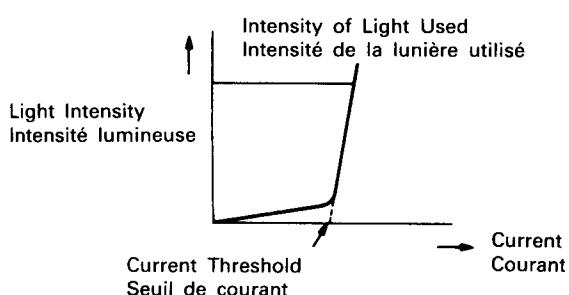

Fig. 12
16. Things to Keep In Mind During Servicing (Fig. 12)
The semiconductor laser is extremely sensitive to electrostatic disruption and surge current. Be very careful not to allow the hand or any tools ever to come into contact with the terminals of either the laser or the flexible P.W.B.. Furthermore, the Current-Light Intensity Characteristic once a certain amperage threshold is exceeded, rises sharply (as can be seen in Fig. 12). This current threshold is slightly different for each laser unit. Consequently, during operations such as the replacement of the Unit Mechanism Assembly, when setting the intensity of the laser be sure to turn the Semi-variable Resistor R905 as far to the right as it will go to set it off once, and then raise the current to the level which is specified.
16. Points importants lors de l'entretien (Fig. 12)
De plus, les caractéristiques d'intensité courant-lumière augmentent considérablement, une fois un certain seuil d'ampérage atteint (comme indiqué sur la Fig. 12). Ce seuil de courant varie légèrement selon l'unité laser. En conséquence, lors d'opérations telles que le remplacement de l'ensemble du mécanisme d'unité, au moment du réglage de l'intensité du laser, bien veiller à tourner la résistance semivariable R905 à fond à droite, puis augmenter le courant au niveau spécifié.